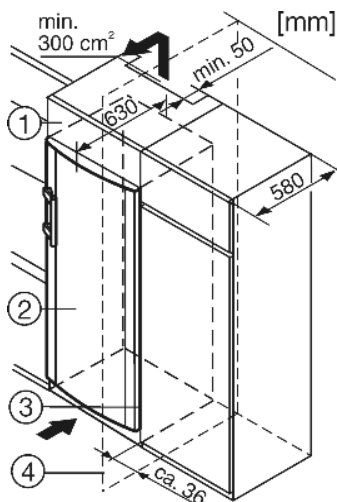

Fig. 8
- (1) Szafka nasadzana (2) Urządzenie (3) Szafka kuchenna (4) Ściana
Urządzenie może zostać obudowane szafkami kuchennymi. Aby dopasować urządzenie Fig. 8 (2) do wysokości ciągu szafek kuchennych, można nad urządzeniem umieścić odpowiednią szafkę nasadzaną Fig. 8 (1).
W przypadku obudowania standardowymi szafkami kuchennymi (głębokość maks. 580 mm) urządzenie można ustawić bezpośrednio obok szafki kuchennej Fig. 8 (3). Drzwi urządzenia wystają z boku o 34 mm i na środku urządzenia o 50 mm w stosunku do frontu szafek kuchennych. Dzięki temu można je bez problemu otwierać i zamykać.
Jeżeli urządzenie będzie ustawiane z zawiasami do ściany Fig. 8 (4), to pomiędzy urządzeniem i ścianą należy zachować minimalny odstęp, wynoszący 36 mm. Na taką odległość wystaje klamka przy otwartych drzwiach.